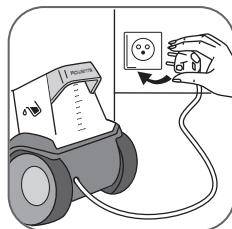

fig. 11
- Branchez la fiche d'alimentation. (fig.11)